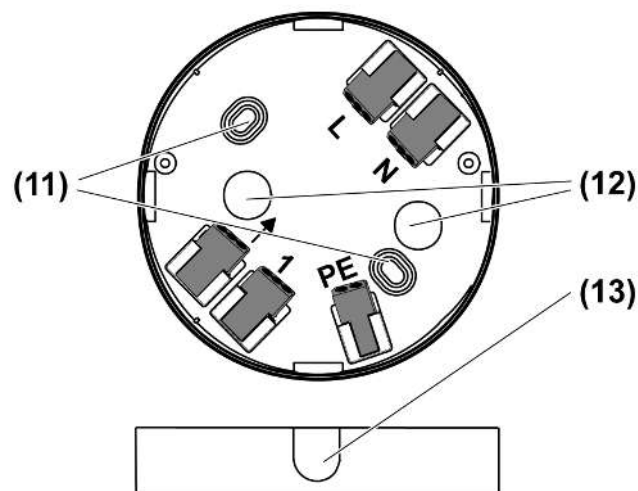

Bild 8: Anschlusskasten
- (11) Befestigungslöcher
- (12) Leitungseinführung, Unterputz
- (13) Dünnstellen für optionale Leitungseinführungen
- Für eine zusätzliche Leitungseinführung Unterputz oder Leitungseinführung Aufputz entsprechende Dünnstelle (13) ausbrechen (siehe Bild 8).
- Anschlusskasten (1) durch Löcher (11) befestigen (siehe Bild 8).